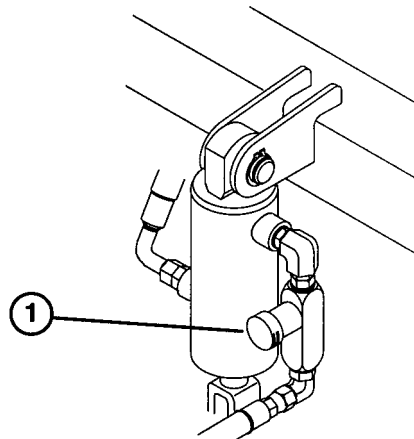

図 43
カッティングユニットの昇降回路にフロー・コントロール・バルブ(図43)がついており、製造時に約3回転の開度に調整されています。使用場所の気温などの条件により調整が必要な場合には以下の手順で行います：
1. 調整バルブは運転席の下にある油圧シリンダに装着されている(図43)。